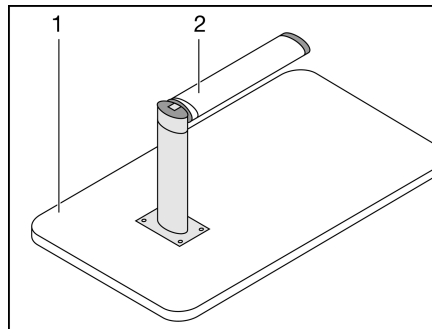

Bild 52 Sängbotten
- Lyft upp bordsskivan (Bild 52,1) ca 45° fram till.
- Drag ned den nedre delen av det ledade stödbenet (Bild 52,2) och fäll ned det 90°.